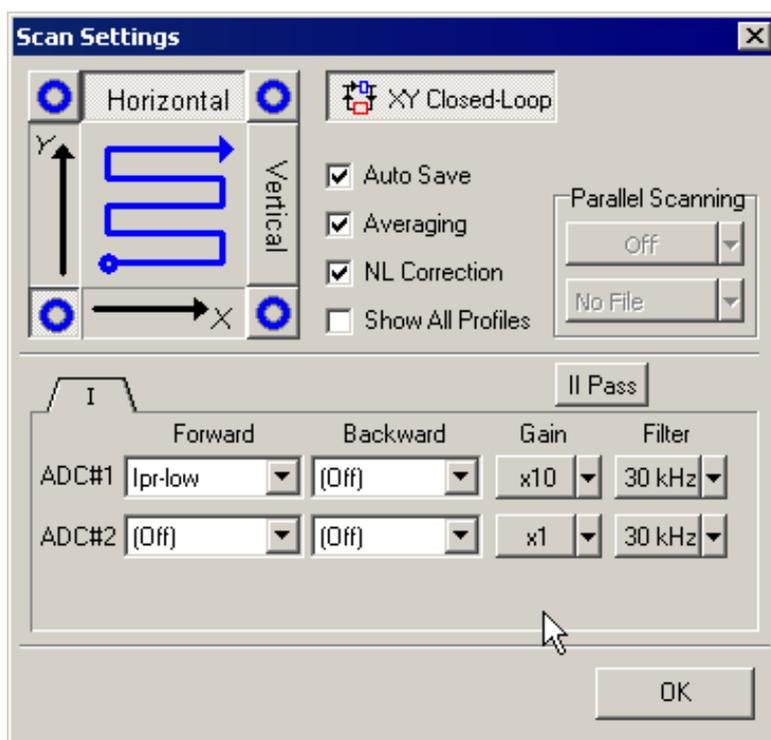

Рис. 10-23
- в качестве отображаемого при сканировании сигнала будет выбран сигнал **IprLow**. В этом можно убедиться, щелкнув на кнопке  **Settings**, которая открывает диалоговое окно **Scan Settings** (Рис. 10-23).